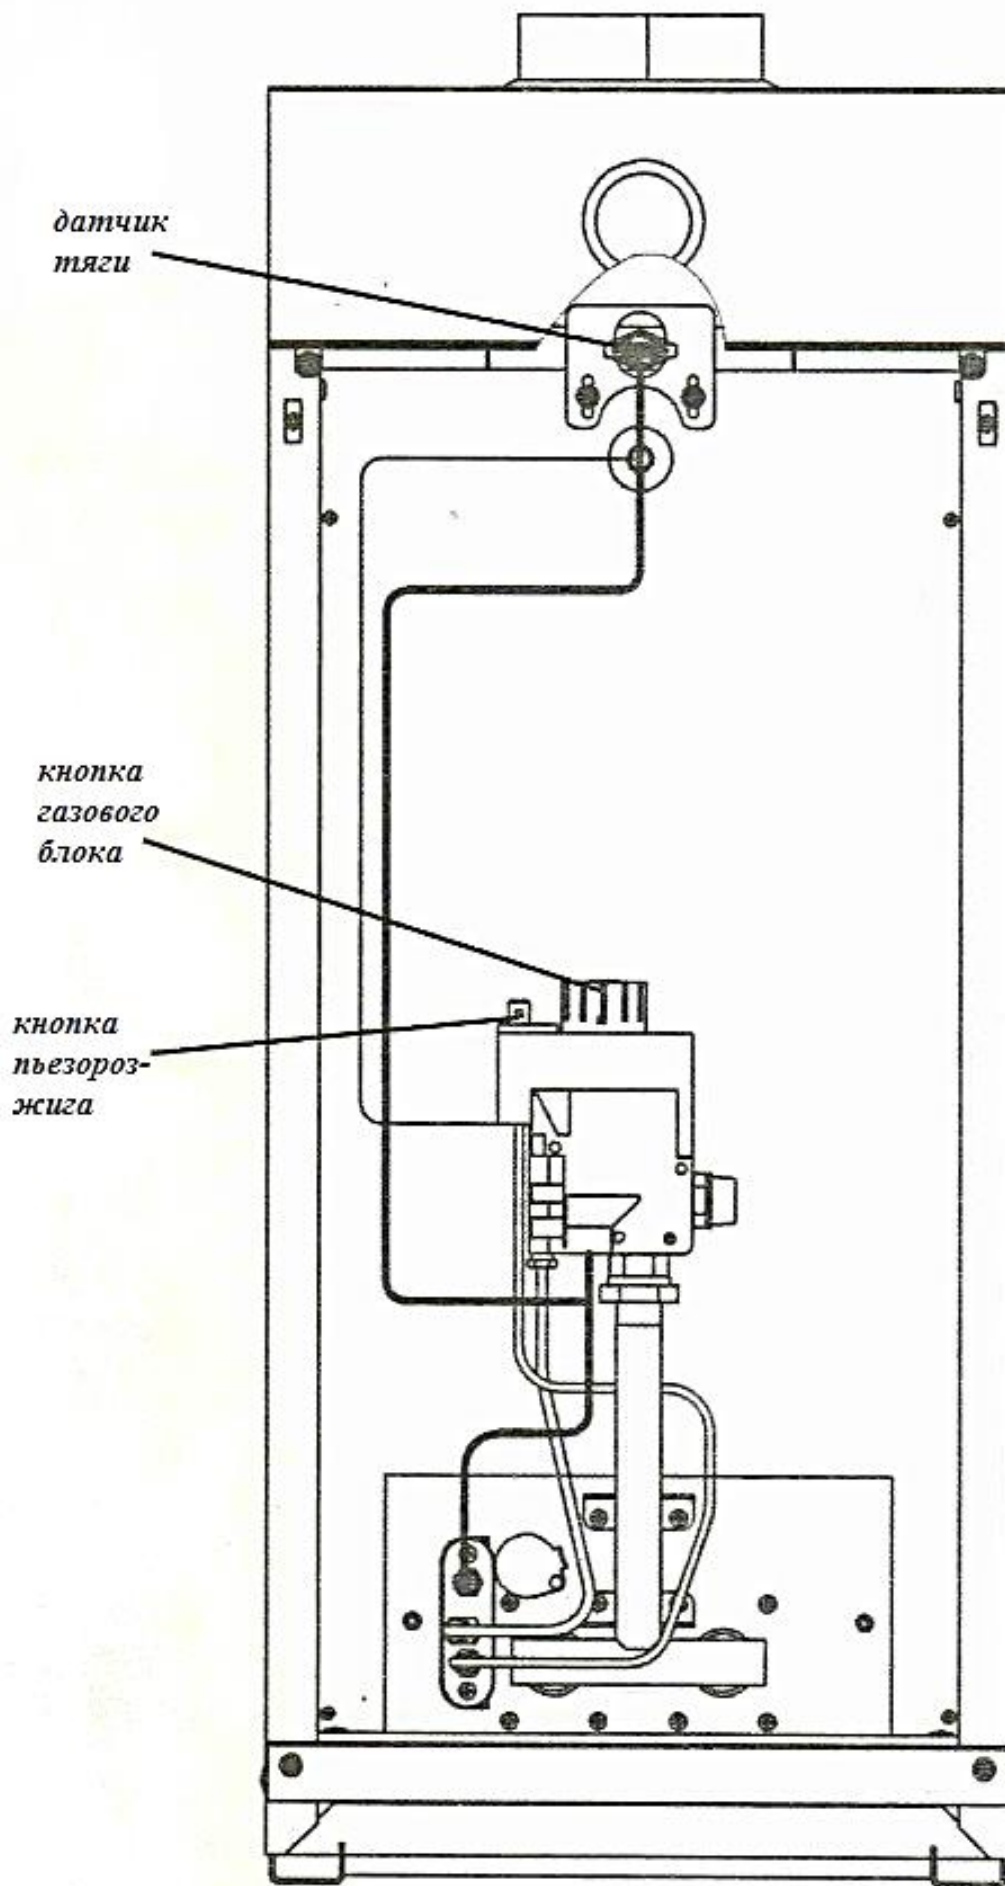

Рис.7. Особенности котлов Батыр 7,5; 10; 12,5; 16 с газовым блоком 630 EUROСIT (дверца не показана).
8.2.3. Нажать на ручку до упора и, удерживая её, произвести 2-3 нажатия на кнопку пьезорозжига (см. рис.7). Допускается розжиг производить спичкой через смотровое окно.